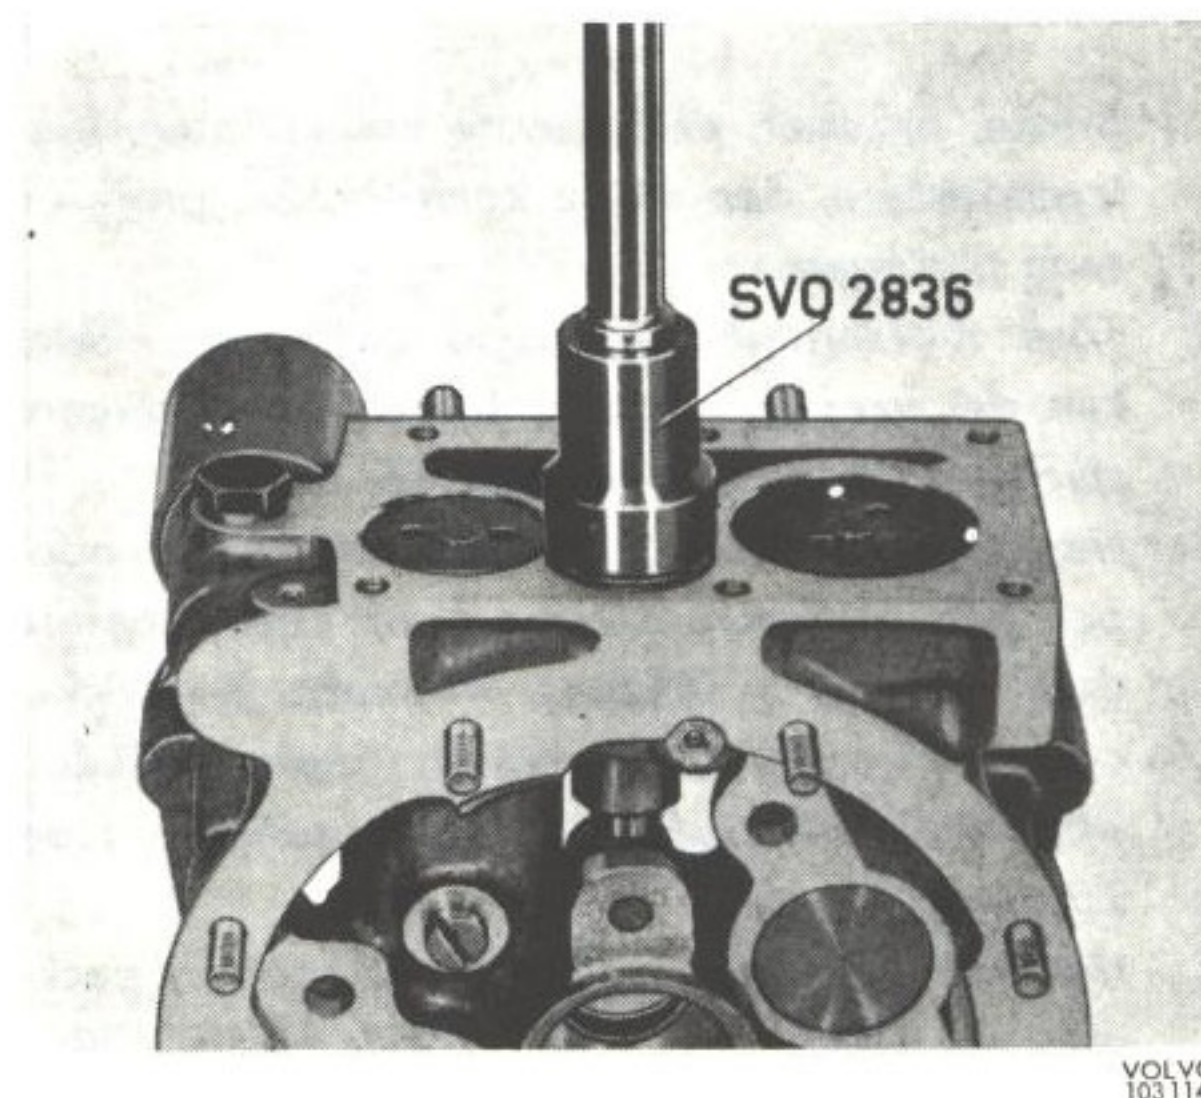

Bild 18. Demontering av propp
2. Lossa proppen under reducerventilen med verktyg SVO 2836, se bild 18. Drag ut reducerventilens större kolv, fjäder och fjäderhållare. Även